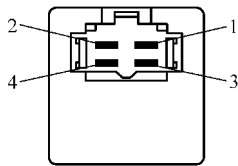

图 10-42 检查间歇继电器的端子导通性
1) 如图 10-42 所示, 检查间歇继电器的端子 1 和 4 之间是否导通, 检查端子 2 和 3 之间是否不导通。